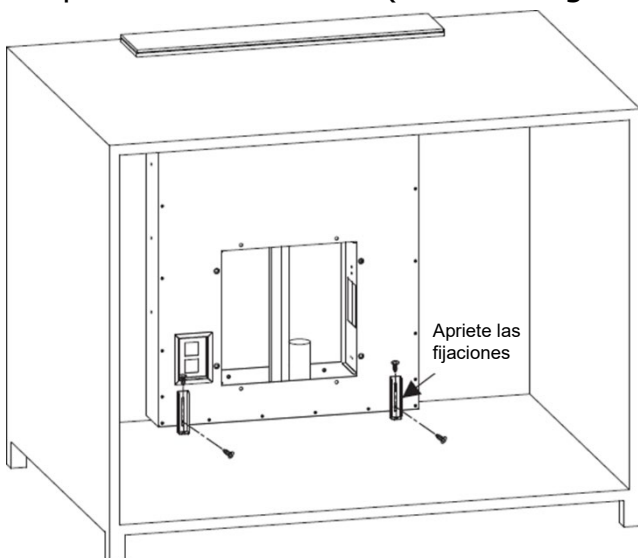

Imagen. 3
2. Coloque la campana en el hueco del armario (Véase imagen 2) Utilice 4 tornillos ST4*8 y ST4*14 y apriete para fijar la campana (Véase imagen. 3)